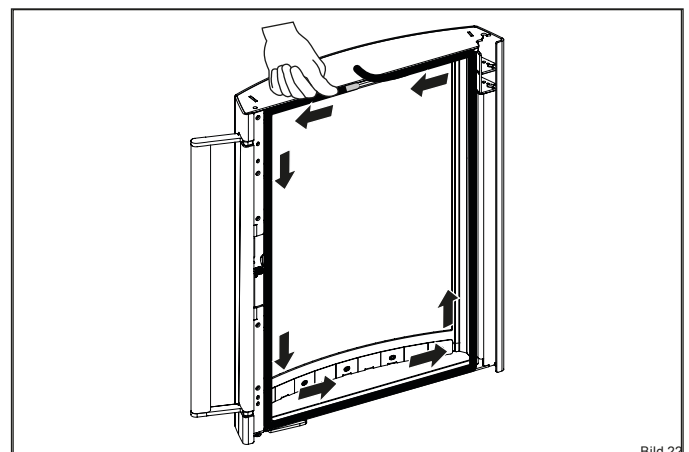
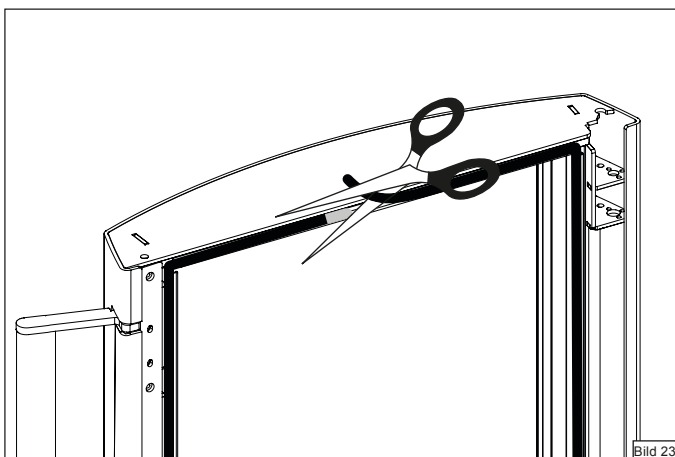

Bild 22
Bild 23
- ▶ Beginnen Sie mit dem Verlegen der Dichtung in der Mitte der Führung, im oberen Bereich der Feuerraumtür. Drücken Sie die Dichtung gleichmäßig in die Führung (Bild 22). Lassen Sie das Ende etwas länger überstehen und schneiden Sie die Dichtung bündig ab (Bild 23).